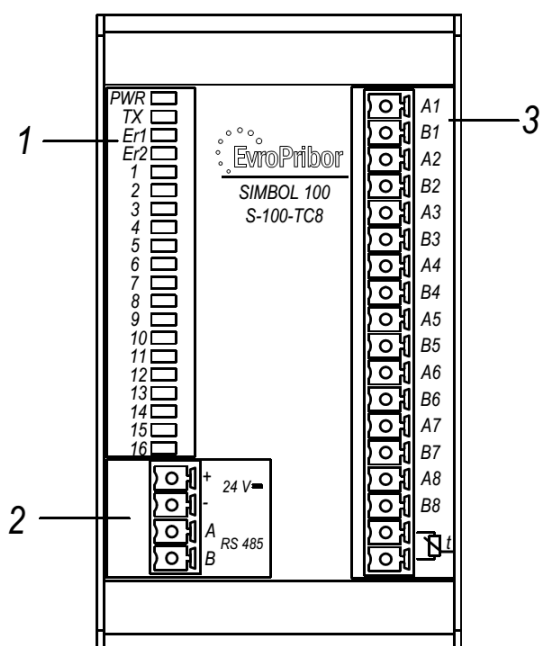

Рисунок 1.2 – Лицевая панель модуля S-100-TC8
На лицевой панели модуля расположены следующие элементы (рисунок 1.2):
1.4.8.1 На лицевой панели модуля находится светодиодная линейка, индицирующая состояние модуля (см. рисунок 1.2):